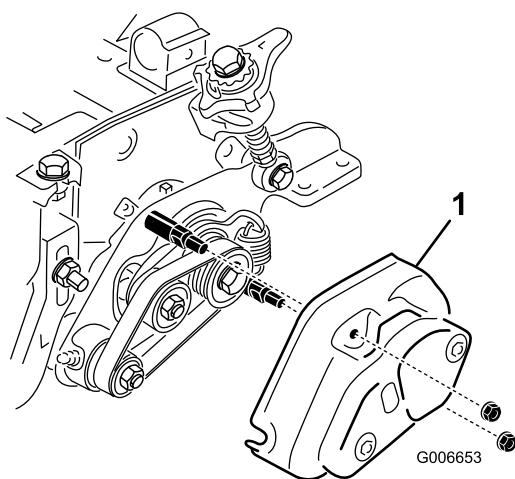

Figura 51
8. Certifique-se de que as porcas das coberturas do rastelo e da escova do rolo (Figura 51) não estão demasiado apertadas.